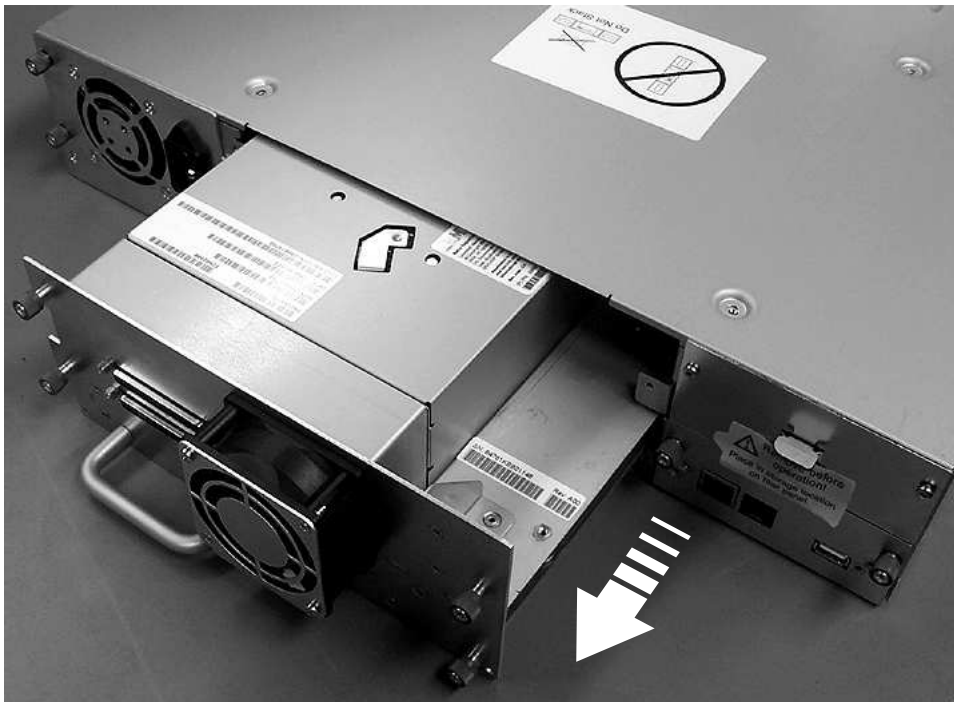

Abbildung 142. Laufwerkschlitten aus dem Kassettenarchiv herausziehen (Laufwerkschlitten ohne ESD-Federn abgebildet)
7. Ziehen Sie den Laufwerkschlitten am Griff (**10**) gerade heraus, um ihn aus dem Kassettenarchiv zu entfernen (siehe Abb. 142 auf Seite 204).